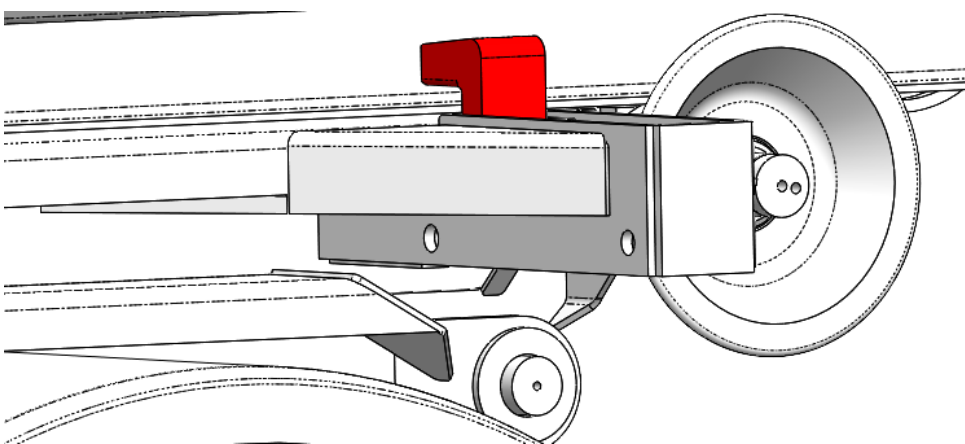

Bild 9 Ramlås i stängt läge
- Kontrollera alltid före tippning att ramlåsen är stängda, för att erhålla god säkerhet. Se bild 9 Ramlås i stängt läge.